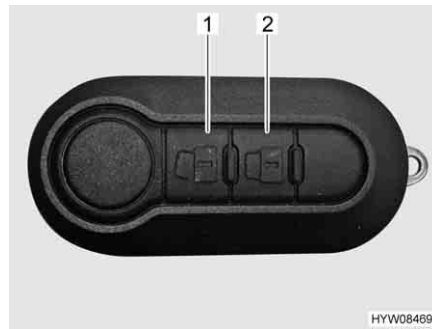

Fig. 27 Telecomando chiusura centralizzata
- Premere una volta brevemente il tasto  (Fig. 27,1). Le serrature sono sbloccate.
- Premere una volta brevemente il tasto  (Fig. 27,2). Le serrature sono bloccate.